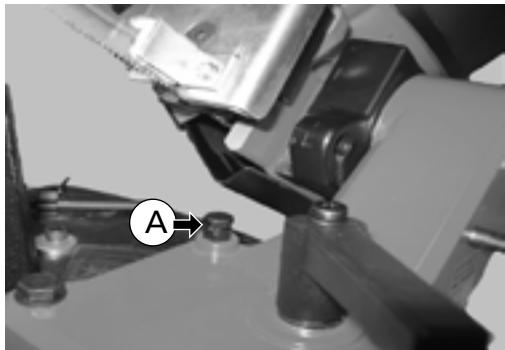
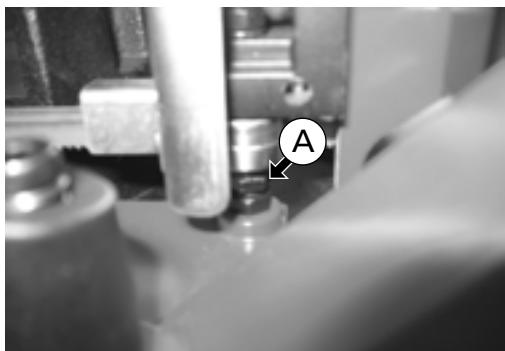

Fig. 21
Fig. 22
La butée (A) - (fig. 21) commande la profondeur à laquelle le montant de la scie à ruban peut être abaissé et empêche la lame d'entrer en contact avec le socle (fig. 22).
Éléments des fig. 21 et 22